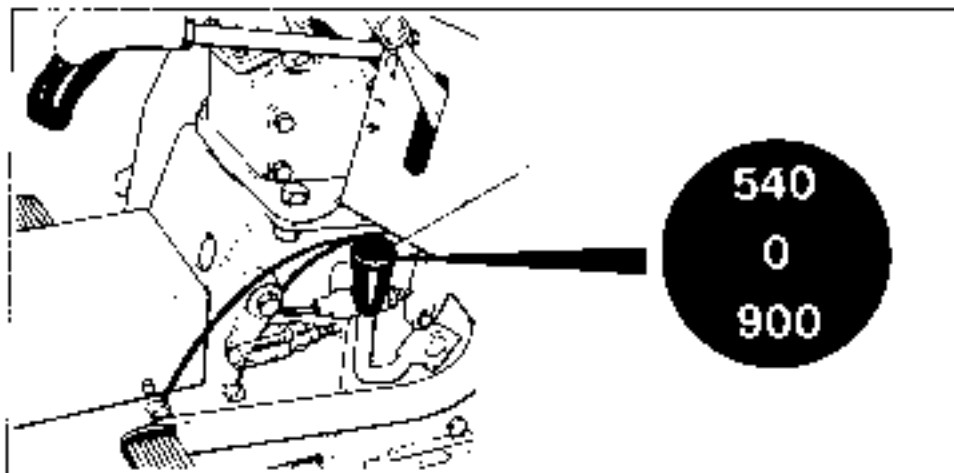

Fig. 8 - Bild 8
2. Inclinare la presa di potenza a livello della desiderata funzione e rispetto alla leva di comando (Fig. 8), con il numero 540 sulla scala o 900 volte. Accettare il cambio su peltamento ingobbato.